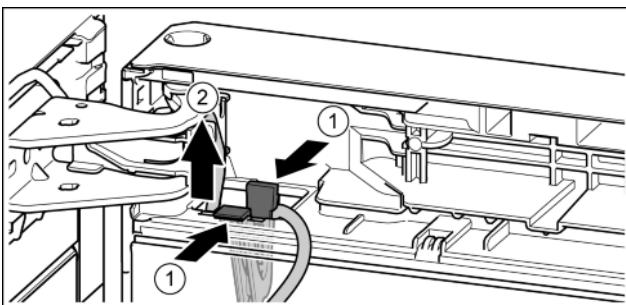

Fig. 22
- Нажать на соединительную накладку. Fig. 22 (1)
- Вынуть держатель кабеля с закрепленным на нем кабелем. Fig. 22 (2)